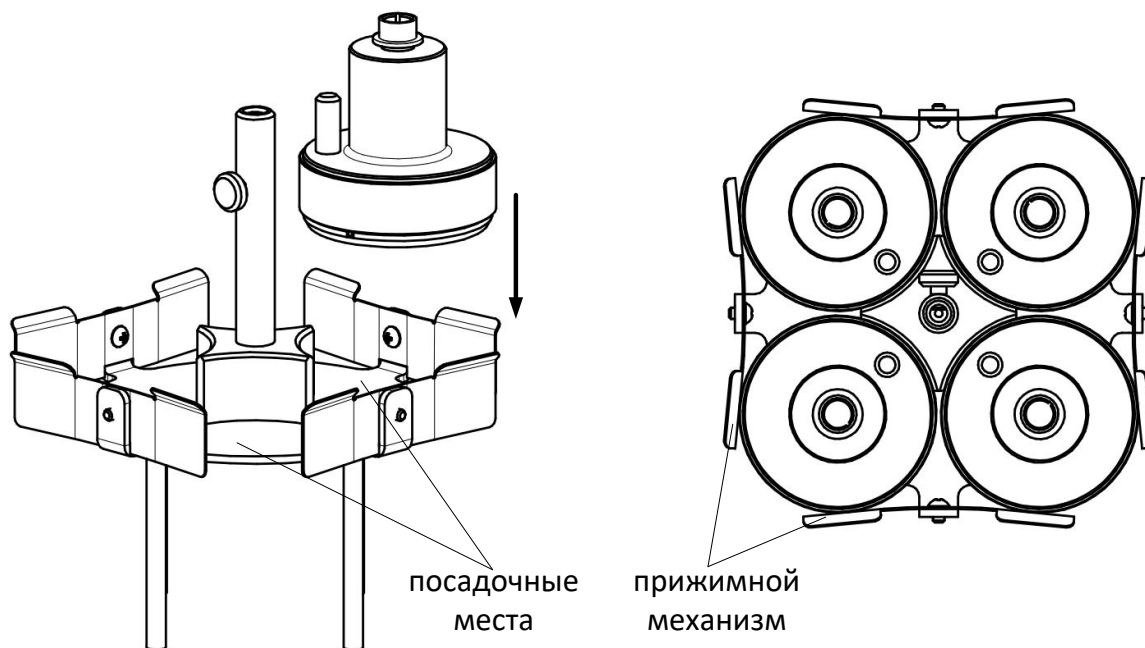

Рисунок 29 – Подготовка к проверке погрешности измерения температуры - Шаг 2
5.7.3 Установить кольца в посадочные места и зафиксировать прижимными механизмами (см. рисунок 29). Индикаторы положения тензодатчика должны быть обращены к центру калибровочного приспособления.
5.7.5 Установить Калибровочное приспособление в климатическую камеру, подключить кольца к кабелям. Убедиться, что в местах контакта калибровочного приспособления с кольцами (см. рисунок 29) нет зазоров.